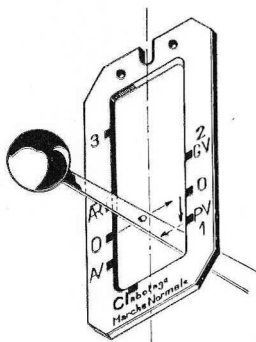

Fig. 20
**Pour obtenir la petite gamme de vitesses** (fig. 20) une fois le moteur mis en route, opérer comme suit :